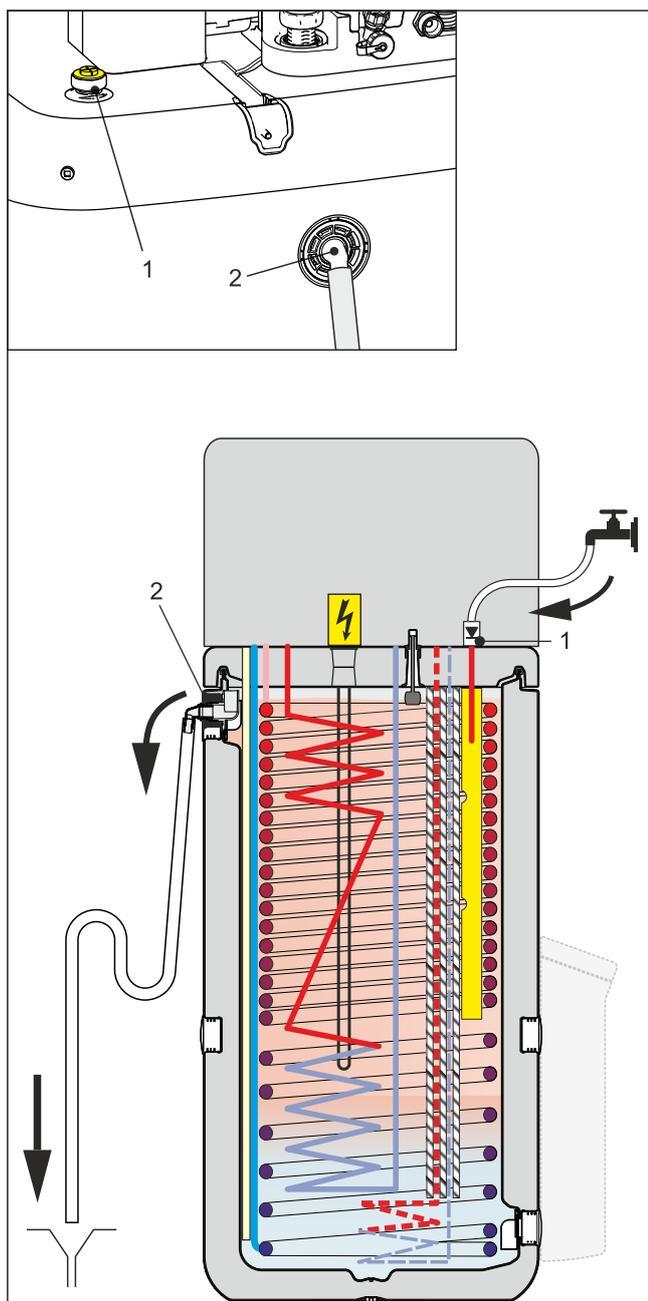

Fig. 3-48 Riempimento serbatoio ad accumulazione inerziale - senza sistema solare DrainBack collegato
- 1 Collegare il tubo flessibile di riempimento con valvola di non ritorno (1/2") al collegamento "Solare - Mandata" (Fig. 3-48, pos. 1).
- 2 Riempire il serbatoio dell'accumulatore dell'unità interna fino a quando l'acqua esce dal collegamento di troppopieno (Fig. 3-48, pos. 2).
- 3 Riempire il serbatoio dell'accumulatore dell'unità interna fino a quando l'acqua esce dal collegamento di troppopieno (Fig. 3-48, pos. 2).